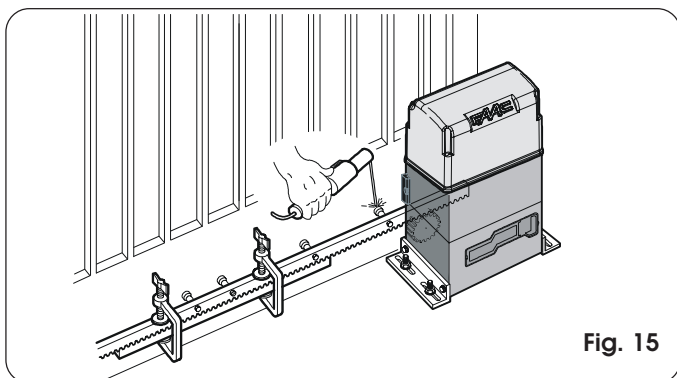

Fig. 15
- 5) Placer un autre élément de crémaillère à côté du précédent en utilisant, pour mettre en phase la denture des deux éléments, un élément de la crémaillère d'après la Fig. 15.